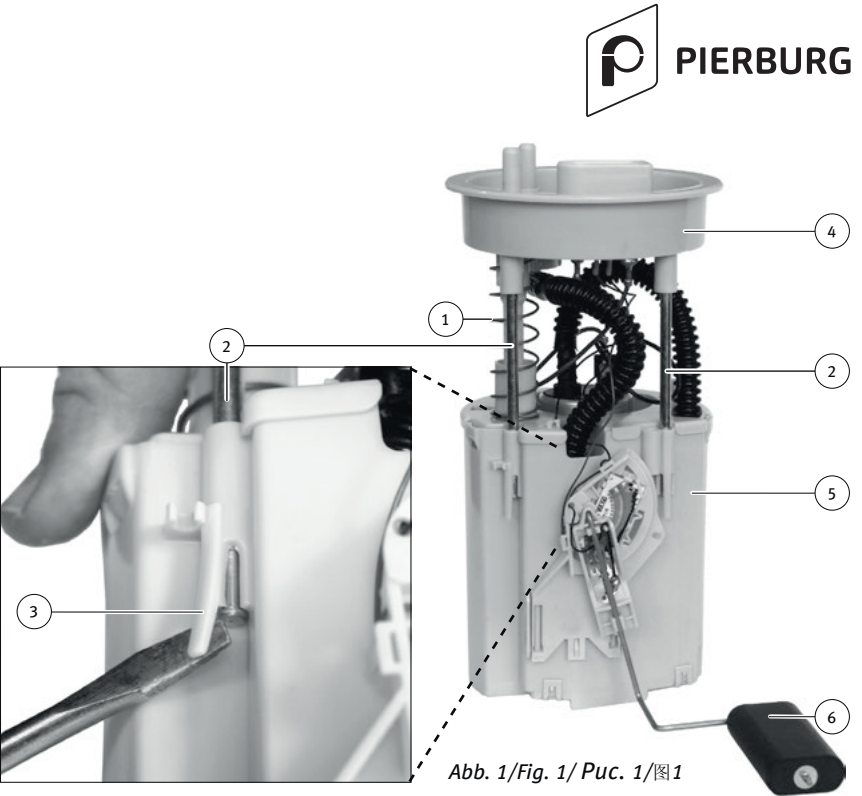

Abb. 1/ Fig. 1/ Puc. 1/图1
- The delivery unit consists of an upper section (4) and a lower section (5). Both parts are connected by guide pins (2). The fuel pump (8) sits in the lower part (5).
- Slightly raise the catches (3) to loosen the guide pins (2) (see Fig. 1).
- Carefully lay the upper section (4) aside. Do not damage the electrical cables.
- Remove the spring (1) and stow safely.
- Pull the electrical contacts (9) off the fuel pump (8).
- If present, remove plastic sleeves (9a) from the contacts (9).
- Pull the tube (7) off the pressure connection. Keep any damage to the fuel tube to a minimum.
- L'alimentation se divise en deux : la partie supérieure (4) et la partie inférieure (5) reliées par des barres de guidage (2). La pompe à carburant (8) est logée dans la partie inférieure (5).
- Soulevez légèrement les blocages (3) et détachez les barres de guidage (2) (Fig. 1).
- Mettez la partie supérieure (4) prudemment de côté. Attention aux câbles électriques !
- Sortez le ressort (1) et mettez-le en sûreté.
- Sortez les contacts électriques (9) de la pompe à carburant (8).
- Le cas échéant, retirez les enveloppes en plastique (9a) protégeant les contacts (9).
- Retirez le tuyau (7) de la tubulure de refoulement. Veillez à endommager le moins possible le tuyau à carburant.